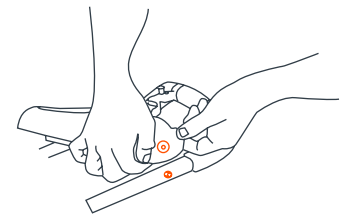

Abb. 9
- 9) • Um das Elterntablett anzubringen, richten Sie die Beschläge an den Enden des Elterntabletts mit den Beschlägen an den Außenseiten des Griffs aus. Haken Sie das Loch in das Elterntablett ein. Ziehen Sie das gegenüberliegende Ende nach außen und drücken Sie gleichzeitig das Tablett nach unten, bis es am Griff des Kinderwagens einrastet. Bitte achten Sie darauf, dass Sie sich bei der Installation des Elterntabletts nicht die Finger einklemmen (Abb. 9). Um das Elterntablett zu entfernen, ziehen Sie an einem Ende des Tablett nach außen und heben Sie es gleichzeitig an.